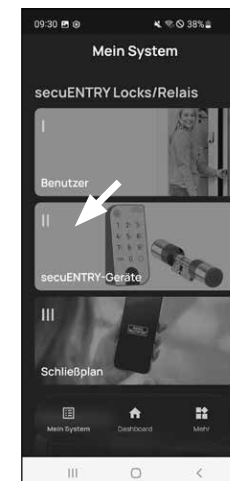

Abb. 1
- 1 Tippen Sie auf den zweiten Menüpunkt „*II - secuENTRY-Geräte*“ (Abb. 1).